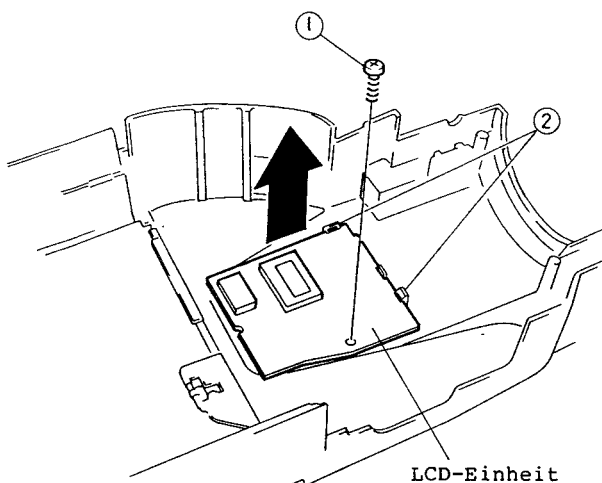

Abb. 2-14
1. Eine (1) Befestigungsschraube der LCD-Einheit entfernen (siehe Abb. 2-14).
2. Zwei (2) Laschen freigegeben und die LCD-Einheit in Pfeilrichtung abnehmen.